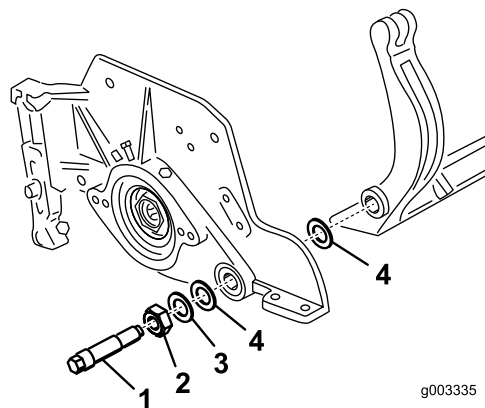

Рисунок 30
Не забудьте о наличии 2 нейлоновых шайб и 1 стальной шайбы с каждой стороны неподвижного ножа (Рисунок 30).
3. С каждой стороны установите нейлоновую шайбу на выступ боковой пластины. На нейлоновые шайбы установите стальные шайбы (Рисунок 30).